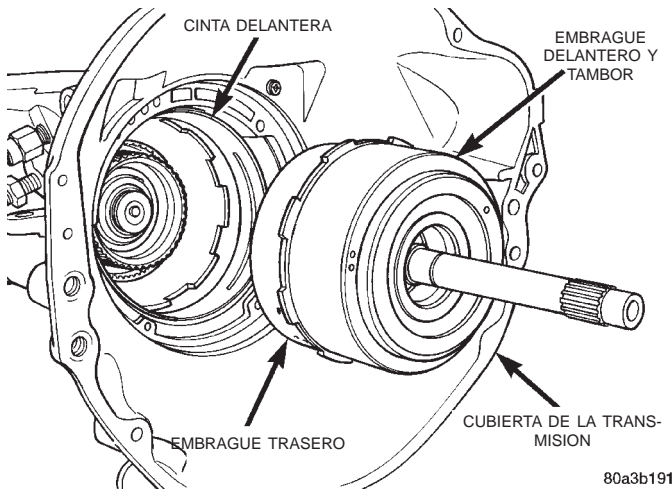

Fig. 75 Conjuntos de embrague delantero y trasero
(18) Retire las unidades de embrague delantero y trasero como conjuntos. Tome firmemente el eje impulsor, sostenga ambas unidades de embrague y retírelas de la caja (Fig. 75).